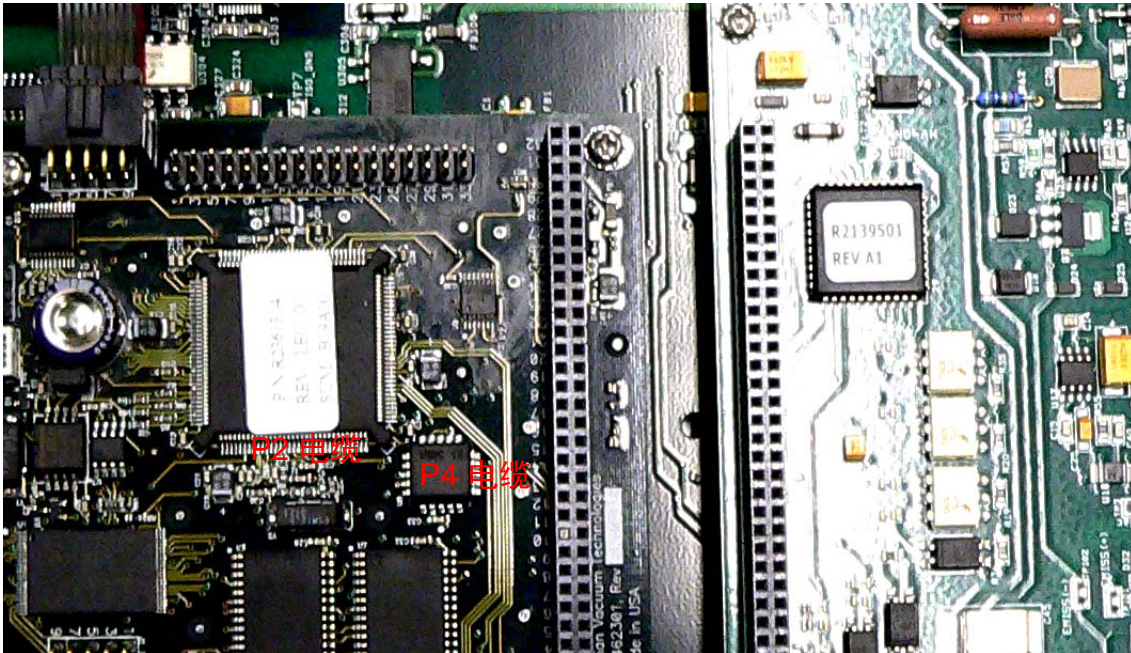

图 B-32 连接
4. 拆卸以下连接（图 B-32）：
8. 重现安装以下连接（第 B-22 “页图 B-32”）：
9. 重现安装五 (5) 组十字槽头螺丝及垫片。